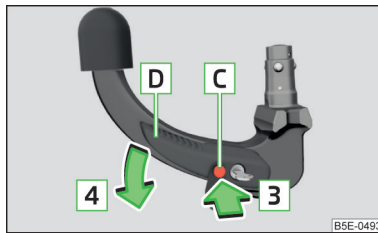

Fig. 187
- Presionar el perno de desbloqueo **C** el sentido de la flecha **3** hasta el tope y al mismo tiempo presionar la palanca de mando **D** el sentido de la flecha **4** hasta el tope » **fig. 187**.